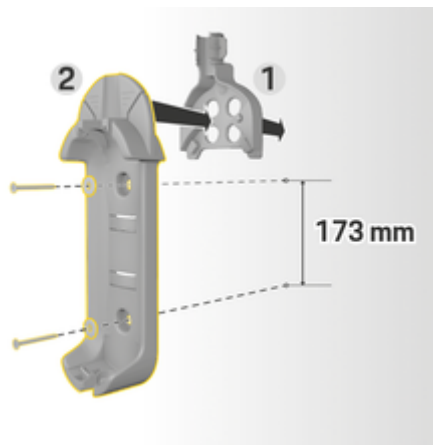

Fig. 8: Cotes de perçage
3. Enfoncez la base du support mural **2** (Fig. 8) dans le guide-câble **1** (Fig. 8) par l'avant.